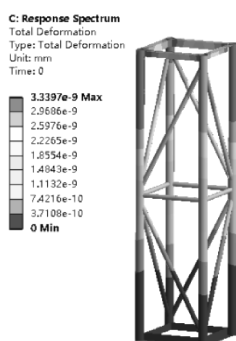
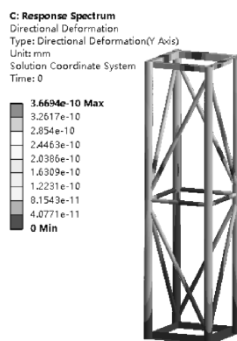
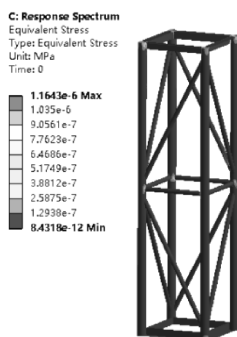

图 4-56 舞台立柱总变形分布云图
图 4-57 舞台立柱 Y 方向变形分布云图
图 4-58 舞台立柱等效应力分布云图
(1) 在 Mechanical 标准工具栏中单击  Solve 进行求解运算。
(2) 运算结束后, 单击【Solution (C6)】→【Total Deformation】, 图形区域显示分析得到的舞台立柱总变形分布云图, 如图 4-56 所示; 单击【Solution (C6)】→【Directional Deformation】, 图形区域显示分析得到的舞台立柱 Y 方向变形分布云图, 如图 4-57 所示; 单击【Solution (C6)】→【Equivalent Stress】, 显示舞台立柱等效应力分布云图, 如图 4-58 所示。